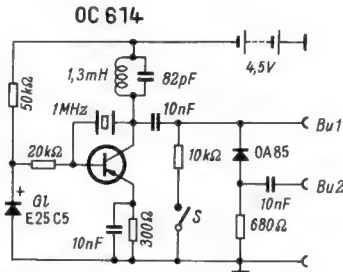

Bild 1. Schaltung eines Transistor-Quarzgenerators
- 5 Widerstände 1/4 W nach Bild 1
Die Schaltung (Bild 1) wurde so ausgelegt, daß die 10-MHz-Oberwelle des 1-MHz-Quarzes, je nach benutztem Ausgang, 2,5 bis 10 mV_{eff} liefert und die 30-MHz-Oberwelle noch mit einer Spannung von 500 µV_{eff} zur Verfügung steht. Der Gleichrichter Gl soll einmal eine leichte Schwingfähigkeit des Oszillators bewirken und außerdem den Kollektorstrom stabilisieren. Der Ausgang wurde so ausgelegt, daß der Quarzgenerator
Beim Einbandverfahren wird die Tonspur direkt auf den Film zwischen Perforation und Filmaußenkante aufgetragen (Bild 1). Dadurch geht der einmal erreichte Synchronismus selbst beim Reißen des Films nicht mehr verloren. Dieses Verfahren hat sich bereits beim 16-mm-Film seit einigen Jahren sehr gut bewährt. Allerdings dürfen beide Verfahren nicht ohne weiteres miteinander verglichen werden. Beim einseitig perforierten 16-mm-Film verfügt man über eine 2,4 mm breite Magnetspur bei einer Fortschaltgeschwindigkeit von 18,3 cm/sec und 24 Bildern je Sekunde. Der nur für Amateurzwecke geschaffene 8-mm-Film erlaubt nur 18 Bilder je Sekunde bei einer Fortschaltgeschwindigkeit von 6,85 cm/sec; die Magnetspur ist nur 0,8 mm breit und – da sie sich zwischen Perforation und Anlagekante befindet – können nur 0,5 bis 0,6 mm für die Tonaufzeichnung ausgenutzt werden.
Für die Lage der Randspur und den Abstand des Bildes vom dazugehörigen Ton ist der DIN-Entwurf 15 881 maßgebend, der auch in Bild 1 wiedergegeben ist. Der Abstand zwischen Bild und Ton beträgt 56 ± 1 Bild, dabei liegt der Ton in Laufrichtung vor dem Bild. Obwohl diese Norm international noch nicht festliegt, haben sich doch bisher alle Herstellerfirmen an diesen Entwurf gehalten, so daß die beim Zweiband-
Bild 1. Lage der Magnettonrandspur auf dem 8-mm-Film. Nach dem DIN-Entwurf 15 881 beträgt der Abstand des Tones vom dazugehörigen Bild 56 ± 1 Bilder, der Ton liegt dabei in Laufrichtung vor dem Bild